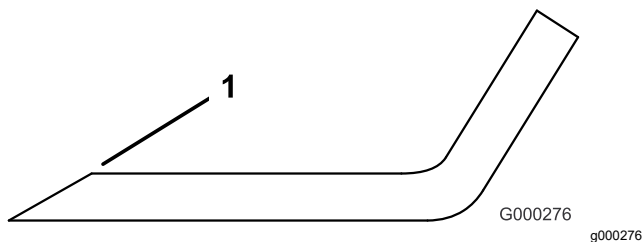

**Figure 98**
2. Examinez attentivement les tranchants de la lame, particulièrement au point de rencontre de la partie plane et de l'ailette (**Figure 98**).
**Remarque:** Le sable et les matières abrasives peuvent éroder le métal à cet endroit, c'est pourquoi il est important de contrôler l'état de la lame avant d'utiliser la tondeuse. Remplacez la lame si elle vous semble usée (**Figure 98**).